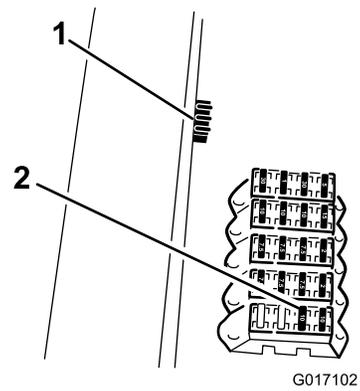

Bild 2
- Verlegen Sie den Abschnitt des Kabelbaums mit dem Kabelschuh und dem Sicherungsblockanschluss entlang des vorhandenen Kabelbaums zum Sicherungs- und Erdungsblock (Bild 2).